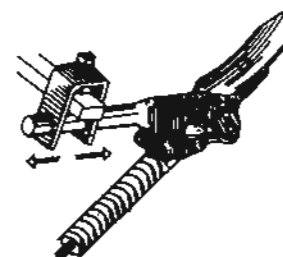

Fig. 3
- b Ajuste la altura de los escardillos (fig. 3).